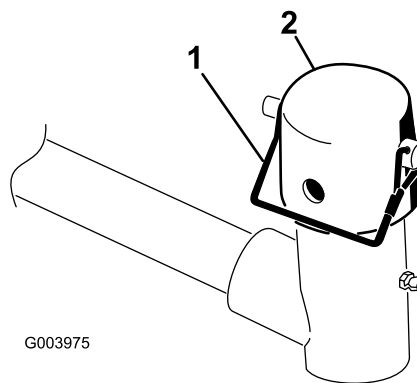

Figura 4
3. Pentru fiecare bra de ridicare a unității de tăiere, îndepărtați tiftul de prindere care fixează capacul pe furca pivotului braului de ridicare și îndepărtați capacul (Figura 4).